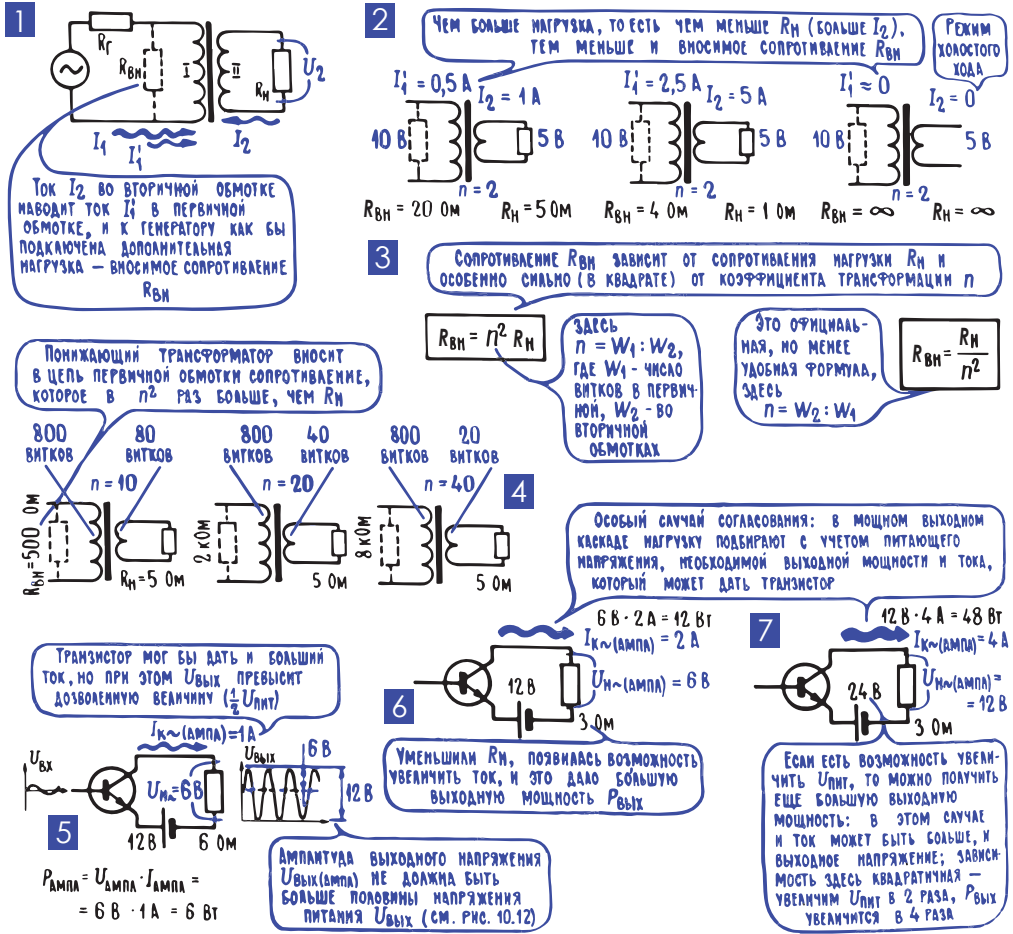

Рис. 12.3. Согласование с помощью трансформаторов
7. При трансформаторном включении нагрузки в цепи генератора действует вносимое сопротивление, которое может быть больше или меньше, чем сопротивление самой нагрузки. Вспомните, как работает трансформатор (гл. 6; 25): переменное напряжение U_1 , подведенное к первичной обмотке I, создает в ней переменный ток I_1 ; он наводит переменное напряжение U_2 и создает ток I_2 во вторичной обмотке II (рис. 12.3). Но на этом дело еще не кончается: ток I_1 сам создает переменное магнитное поле и наводит ток I'_1 в первичной обмотке. Если, вернувшись к старому нашему методу мысленных экспериментов, снять с трансформатора вторичную обмотку, а первичную подключить к генератору, то ток в этой одинокой первичной обмотке будет сравнительно небольшим, он определится лишь в основном индуктивным сопротивлением x_L . А если вернуть на место вторичную обмотку и подключить к ней нагрузку, ток в первичной обмотке резко увеличится. Это как раз и начнет работать ток I_1 – он начнет наводить ток I'_1 в первичной обмотке. Тот факт, что к первичной обмотке трансформатора подведено напряжение U_1 и в ней течет ток I_1 , означает, что в этой обмотке имеется какое-то сопротивление, устанавливающее связь между током и напряжением ($R = U / I$; гл. 4; 3). А поскольку сам ток I'_1 как бы вносится в первичную обмотку из вторичной обмотки, то и сопротивление $R = U \cdot I'_1$ называют вносимым сопротивлением $R_{\text{вн}}$.
Итак, мы уменьшаем R_n , увеличиваем тем самым ток I_2 во вторичной обмотке. И тут же увеличится наведенный в первичную обмотку ток I_1 . А это значит, что сопротивление $R_{вн}$ зависит от сопротивления нагрузки R_n (рис. 12.3; 2, 3) — чем меньше R_n , тем меньше и вносимое сопротивление $R_{вн}$. В предельном случае, когда R_n бесконечно велико (цепь вторичной обмотки не замкнута, холостой ход), $R_{вн}$ тоже бесконечно велико, то есть, проще говоря, его нет.
ков в первичной и вторичной обмотках (рис. 12.3; 4, 5, 6). Причем зависит очень сильно – коэффициент трансформации дважды влияет на величину $R_{\text{вн}}$. Первый раз, когда из первичной обмотки во вторичную наводится ток I_1 , и второй раз, когда обратно из вторичной обмотки в первичную наводится ток I_1 . Поэтому $R_{\text{вн}}$ зависит от квадрата коэффициента трансформации n : увеличьте его в два раза, и вносимое сопротивление возрастет в четыре, увеличьте n в 5 раз, и $R_{\text{вн}}$ возрастет в 25 раз (рис. 12.3; 4).